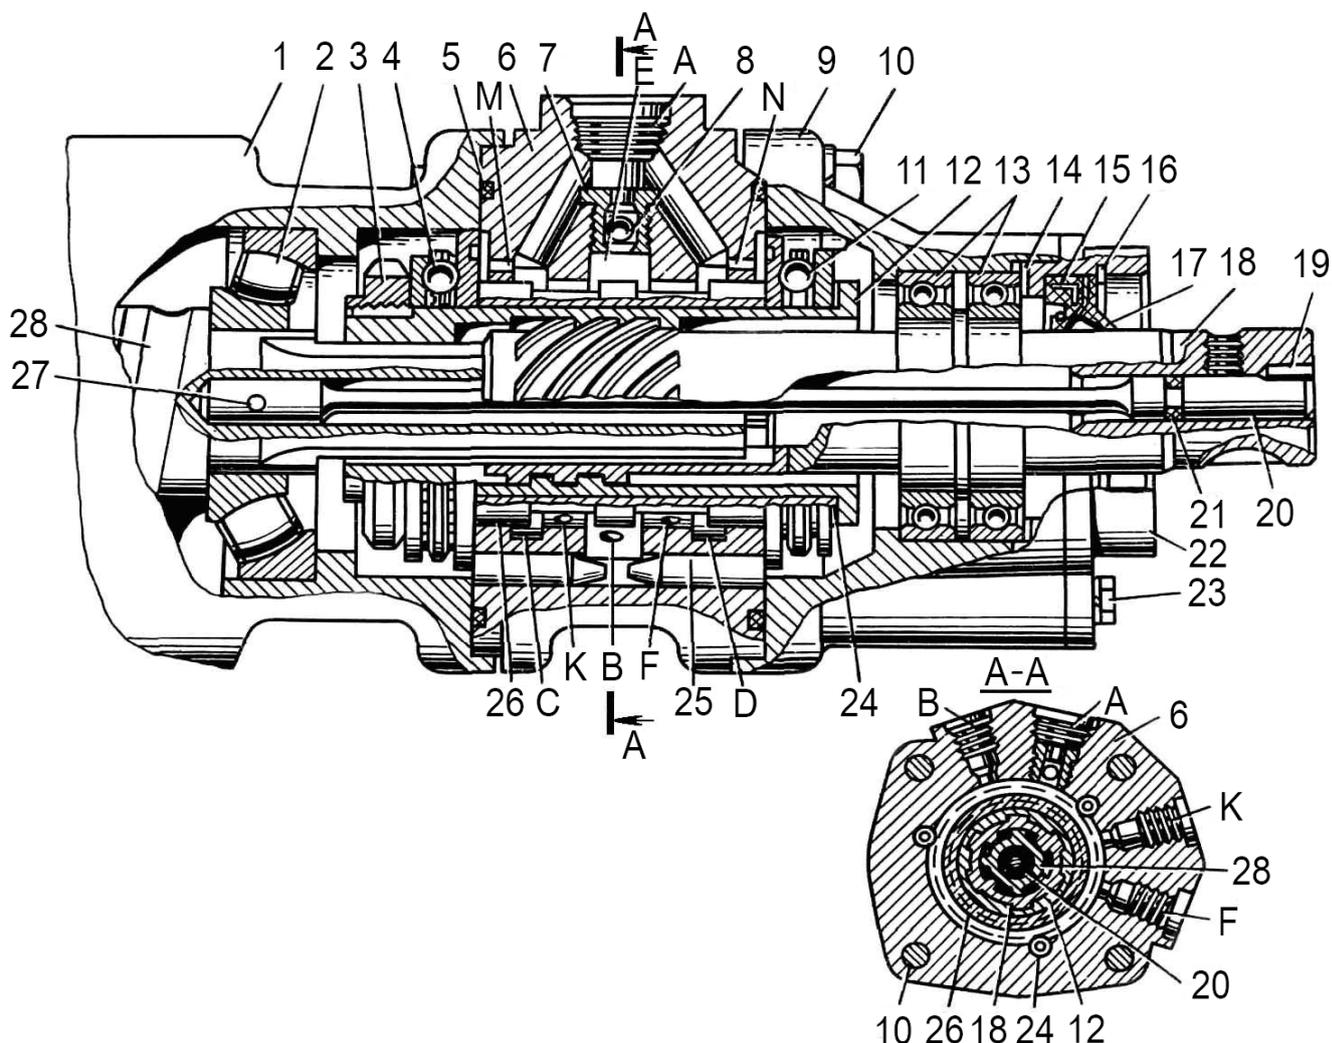

Рис. 55. Распределитель рулевого механизма:
Средняя расточка соединена с каналом для подвода рабочей жидкости от насоса, а крайние – с каналом для отвода жидкости на слив. В трех реактивных камерах корпуса размещены плунжеры 25 (см. рис.55), которые могут в нем свободно перемещаться.
3. Отсоединить вилку карданного вала 10 (см. рис.52) от входного вала 18 (рис.55), для чего вывернуть его стяжной болт.
2. Отвернуть болты 10 (рис.55) крепления распределителя к картеру 1 рулевого механизма.
Примечание. Рекомендуется перед снятием распределителя нанести метки взаимного расположения картера 1 (см. рис.55) рулевого механизма, корпуса 6 распределителя и его крышки 9.
7. Извлечь из крышки 9 (см. рис.55) вал 18 в сборе с подшипниками 13. Спрессовать с вала 18 подшипники 13.
18. Выбить штифт 27 (см. рис. 55) крепления торсиона 20 и извлечь из винта 28 торсион.
12. Установить в корпус 6 (см. рис.55) распределителя реактивные плунжеры 25 и ввернуть обратный клапан 7.
19. Установить распределитель 6 (см. рис.53) в картер 3 рулевого механизма по меткам, нанесенным при разборке. При этом круговые пазы в торсионе 20 (см. рис.55) и на входном валу 18 должны совпадать.
3. Поворотом входного вала 18 (см. рис.55) совместить метку на торце вала зубчатого сектора с меткой на сошке, надеть сошку на шлицы вала сектора и закрепить ее.